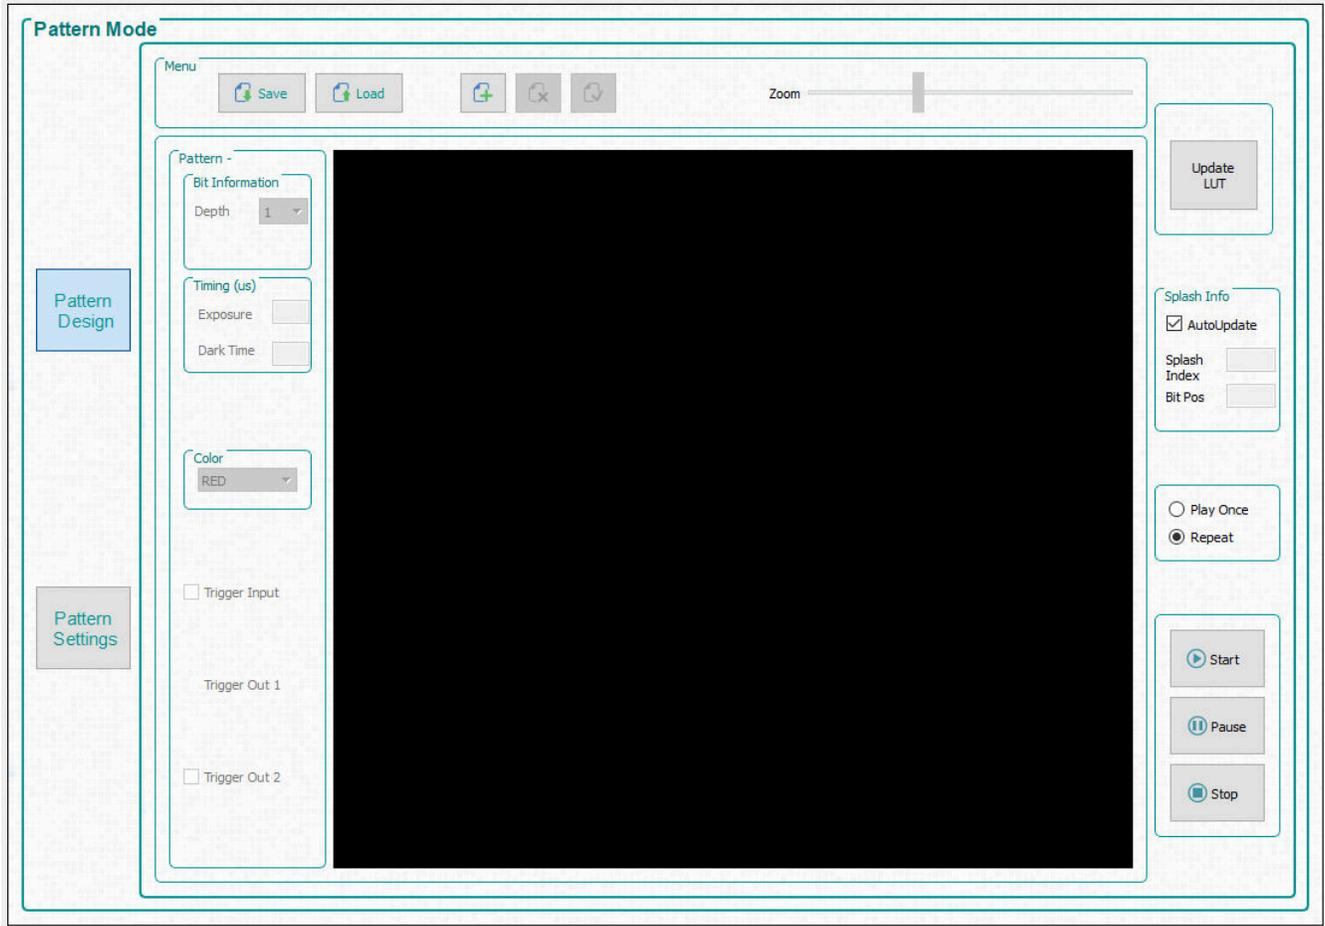

图 6-6. 图案模式设计面板
点击 GUI 顶部的 *Pattern Mode* 按钮以显示 *Pattern Mode* 面板，如图 6-6 所示。
2. 从 **Operating Mode** 编组框中勾选 **Pattern On-The-Fly Mode**，然后点击 **Pattern Design** 按钮，这样就会显示较大的黑色面板，如图 6-6 所示。
4. 从 *Operating Mode* 编组框中选择 *Video Pattern Mode*, 然后点击 *Pattern Design* 按钮, 这会显示较大的黑色面板, 如图 6-6 所示。